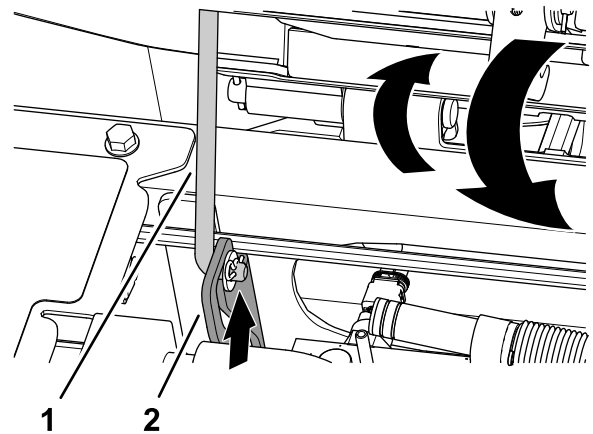

Figure 99
1. Faites pivoter le siège légèrement et sortez la béquille du cran dans la fente de blocage du support du siège (Figure 99).